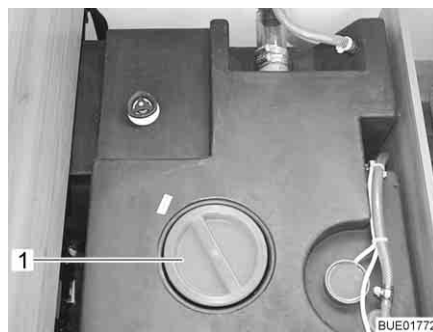

Fig. 231 Réservoir d'eau avec poignée tournante
- Enlever le couvercle de fermeture (Fig. 231,1) du réservoir d'eau.